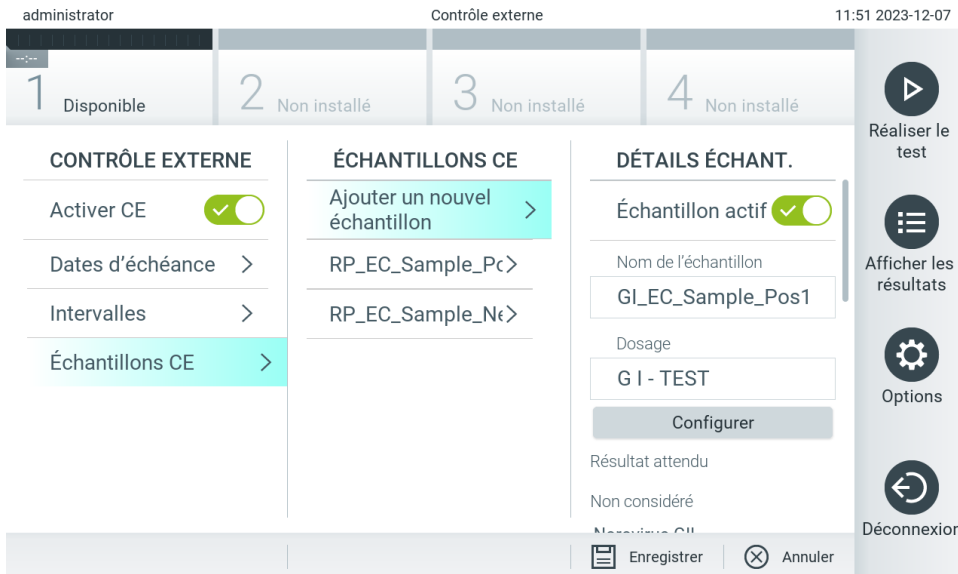
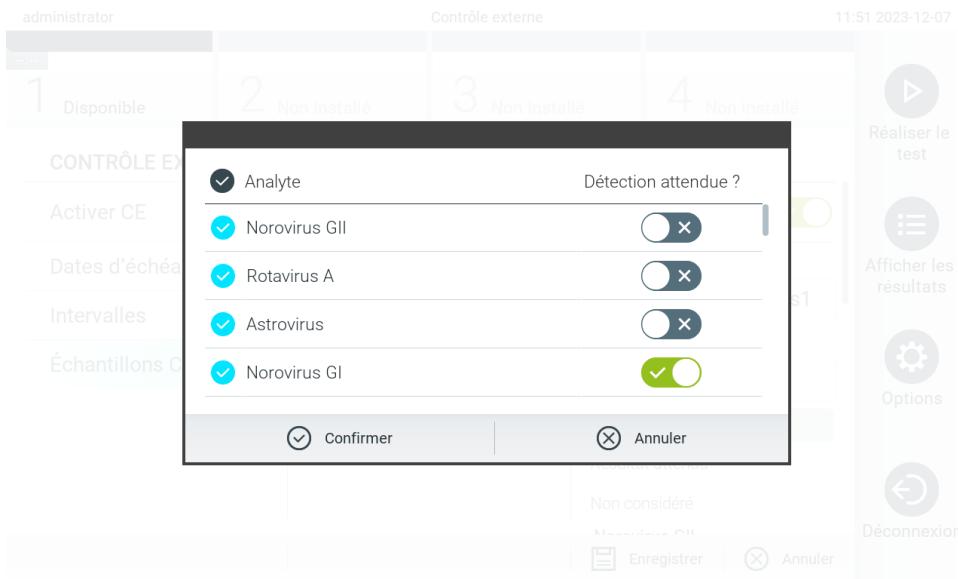

Figure 78. Écran External Control EC Samples (Échantillons CE de contrôle externe).
Figure 79. Écran de configuration External Control EC Sample (Échantillon CE de contrôle externe).
9. Sélectionnez **EC Samples** (Échantillons CE) pour ajouter ou modifier les échantillons utilisés dans un test de contrôle externe. Pour ajouter un nouvel échantillon CE, appuyez sur **Add new Sample** (Ajouter un nouvel échantillon), puis poursuivez la configuration dans la colonne de droite (figure 78). Pour modifier un échantillon CE, sélectionnez un échantillon existant dans la colonne du milieu et poursuivez la configuration dans la colonne de droite.
10. Sélectionner Configure (Configurer) pour modifier les analytes d'un test de contrôle externe (figure 78). Dans la configuration External Control EC Samples (Échantillons CE de contrôle externe), il est possible de déterminer si un analyte est pris en compte pour le cycle du contrôle externe CE et si une détection est prévue (figure 79).